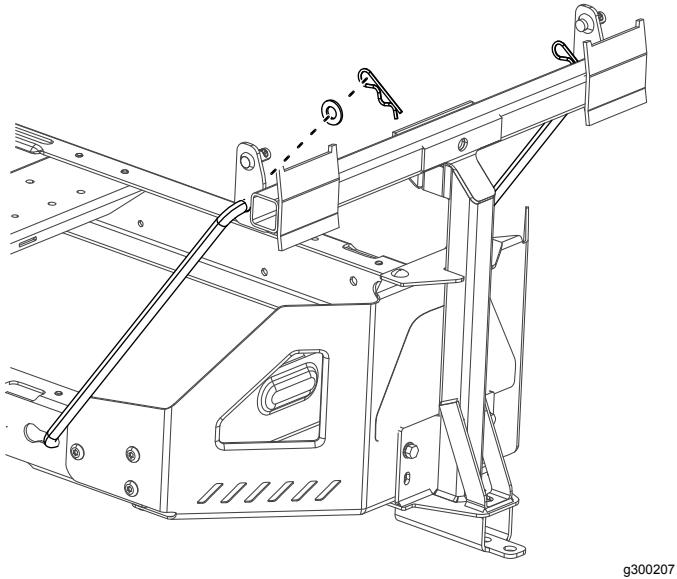

Figura 8
4. Instale a extremidade grande, dobrada de uma barra na ranhura na estrutura do lado esquerdo da máquina e move a barra para trás para a encaixar na estrutura (Figura 8).
5. Insira as extremidades dobradas das barras na montagem do acessório como se mostra na Figura 8 e prenda a extremidade de cada barra com uma anilha e perno do gancho.
2. Instale os suportes da articulação na estrutura da articulação (Figura 8).